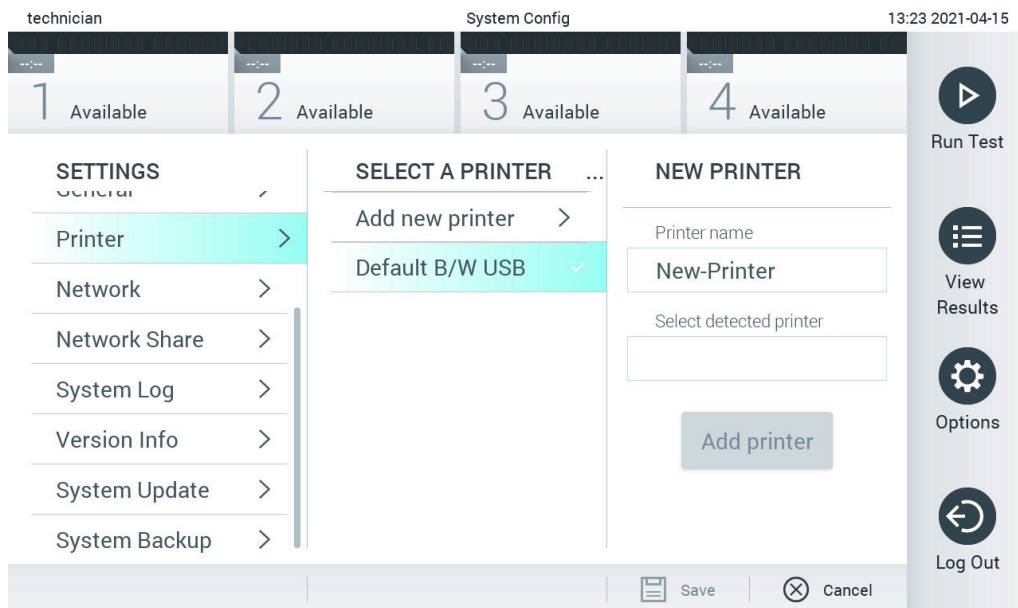

Figura 104. Instalarea imprimantei cu instalarea driverului.
5. Faceți clic pe **Add Printer** (Adăugare imprimantă) (Figura 104).
6. Faceți clic pe **Add Printer (Adăugare imprimantă)** (Figura 104).